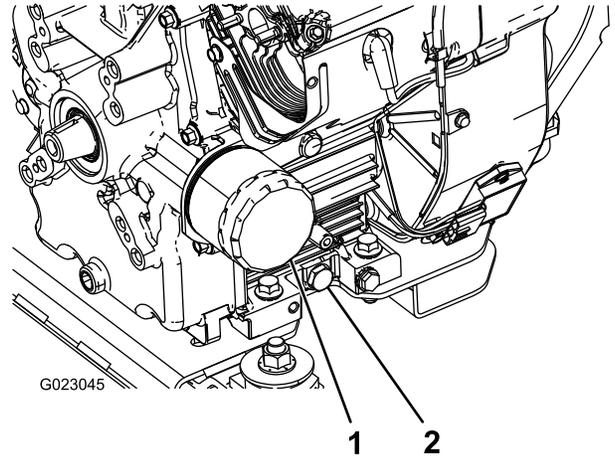

Рисунок 41
- Снимите маслосливную пробку (Рисунок 41).
- Извлеките масляный фильтр (Рисунок 41).
резиновой прокладки с переходником фильтра, после этого затяните фильтр, повернув его еще на пол-оборота (Рисунок 41).